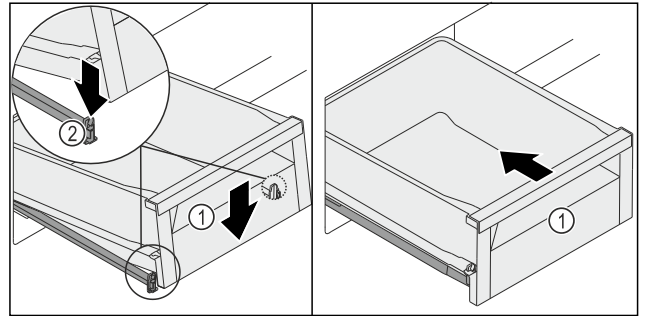

Fig. 137
- Çekmeceyi Fig. 137 (1), çekmece sağ ve soldan bağlantıya Fig. 137 (2) kayacak şekilde önden indirin.
- Çekmece Fig. 137 (1) duyulur bir şekilde yerine yerleşir.
- Çekmeceyi Fig. 137 (1) içeri itin.